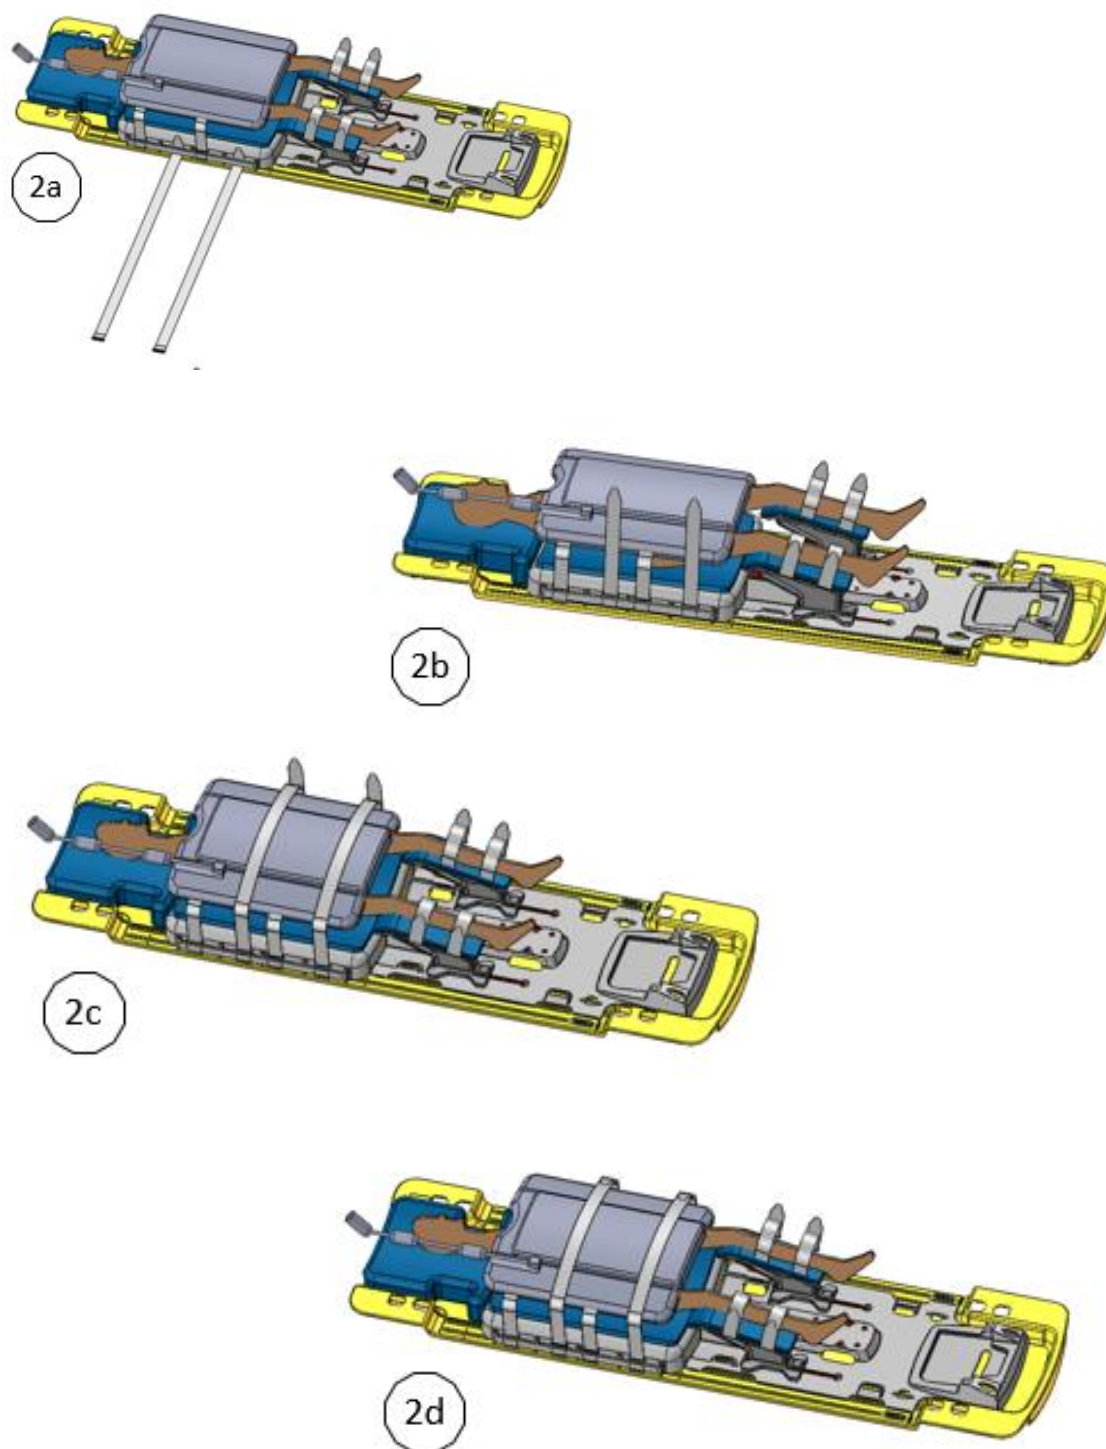

Bild 35: Säkra remmarna för den anteriora spolen
3. Fäst två remmar för den anteriora spolen vid de punkter som visas i *Bild 35*. Remmarna för den anteriora spolen kan fästas på följande sätt: